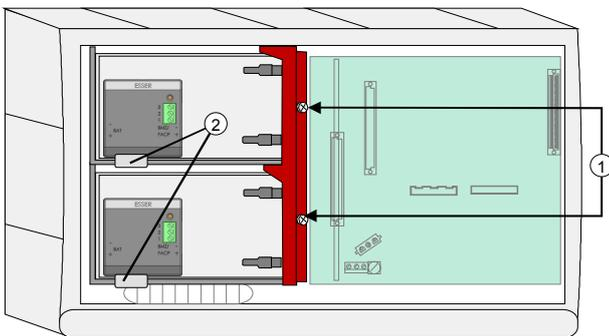

Abb. 25: Akkuzusatzhalterung und Akkuüberwachungsmodul im Kompaktgehäuse der BMZ IQ8Control C
- Akkuzusatzhalterung durch Eindreihen der beiden Schrauben ① montieren.
- Akkuüberwachungsmodul ② gem. Abb. 25 montieren.